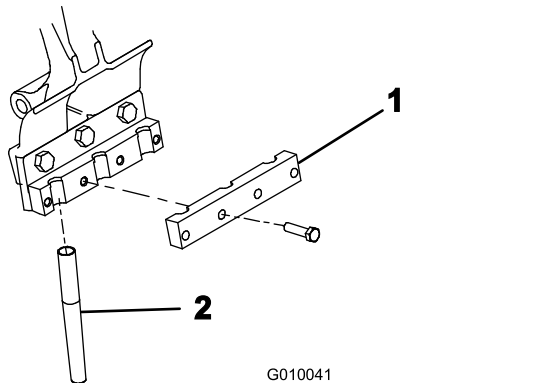

図 24
5. 各タインホルダーにタインクランプを仮止めする 図 24 $\frac{3}{8}$ x 1 $\frac{1}{2}$ in ボルト 4 本を使用する。この時点ではまた本締めしないこと。